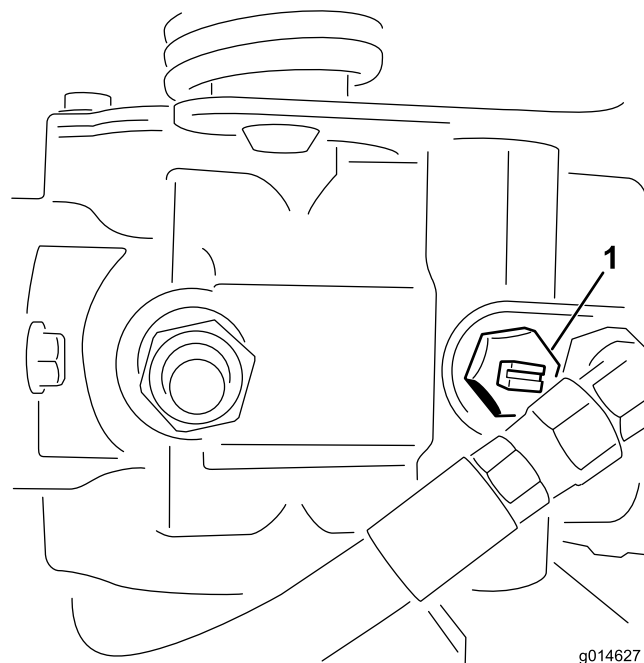

図 42
1. 油圧ポンプについているバイパス・バルブ（図 42）の溝が「縦」になるようにバルブを回転させる。
2. エンジンを始動する時には、必ずバイパスバルブ（図 42）を閉じる（溝が横向きになる）。バルブを開けたままでエンジンを掛けないこと。